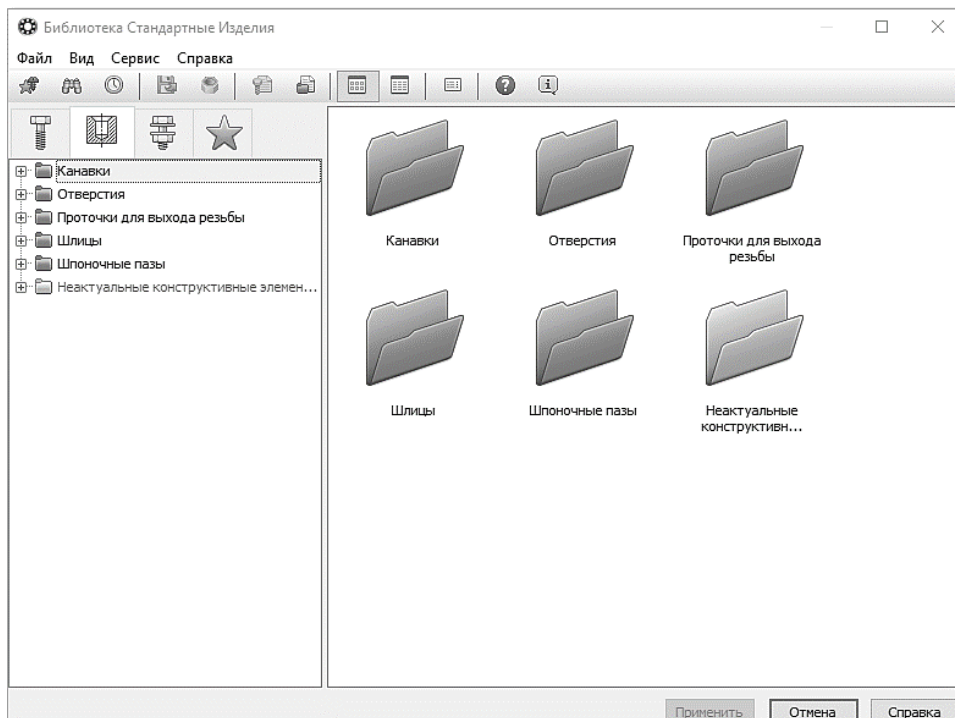

Рис. 62. Окно библиотеки
6.2 Нажмите кнопку **Конструктивные элементы** (рис. 62).